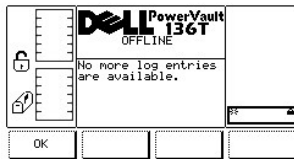

图 28. 状态 > 日志 > 驱动器日志对话框
- 1 如果按下**确定**软键下方的按钮，将接受驱动器参数并显示“驱动器日志对话框”。请参考图 28。